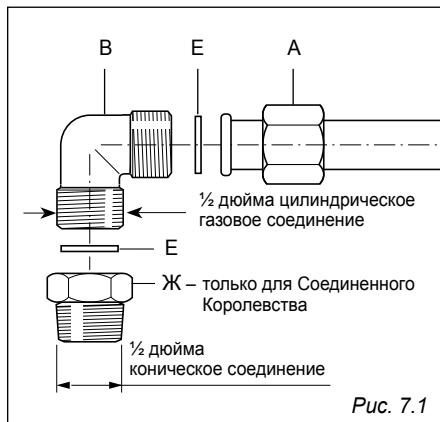

Рис. 7.1
Соединительный узел должен включать (Рис. 7.1):
- ✓ Прокладки «Е» обеспечивают герметичность газового соединения (Рис. 7.1). Их замена проводится при обнаружении малейших признаков деформации или повреждения.